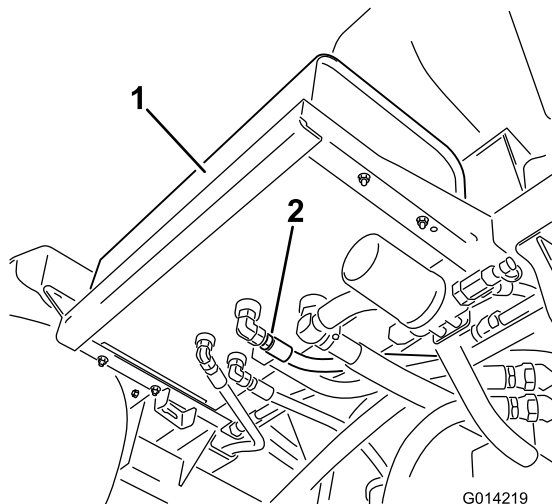

図 111
2. 油圧オイルタンクの底面についている油圧ホースフィッティングの周辺をきれいに拭く 図 111。
4. ホースのフィッティングをタンクから外してオイルを容器に受ける 図 111。